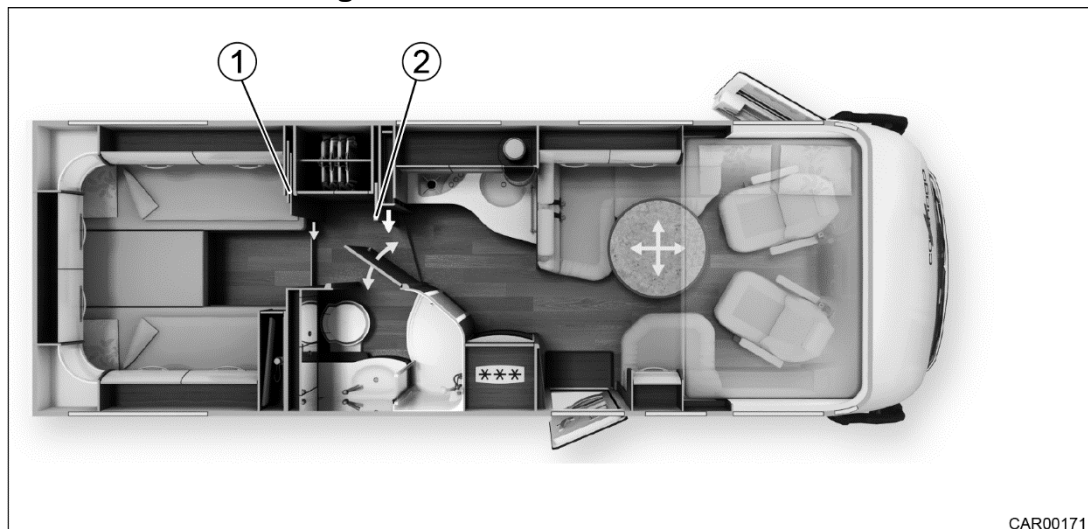

Fig. 97 Création d'un dressing au niveau de la salle de bains combinée
1. Ouvrir le bouton-pression (Fig. 97/2) pour desserrer le blocage de la paroi de séparation.
5. Ouvrir le bouton-pression (Fig. 97/1) pour desserrer le blocage de la paroi de séparation.